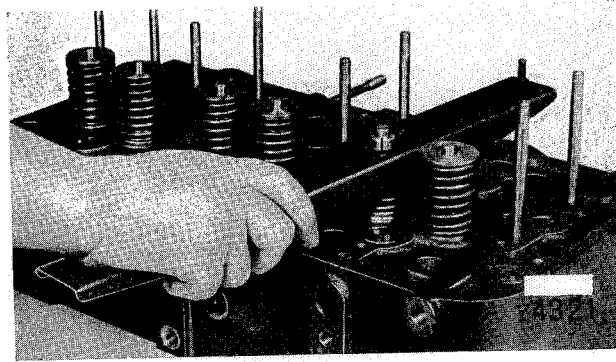

Fig. 35 Démontage des soupapes
**Soupapes :** Pour démonter les soupapes, poser la culasse sur la table et employer le dispositif contenu dans l'outillage (Fig. 35).